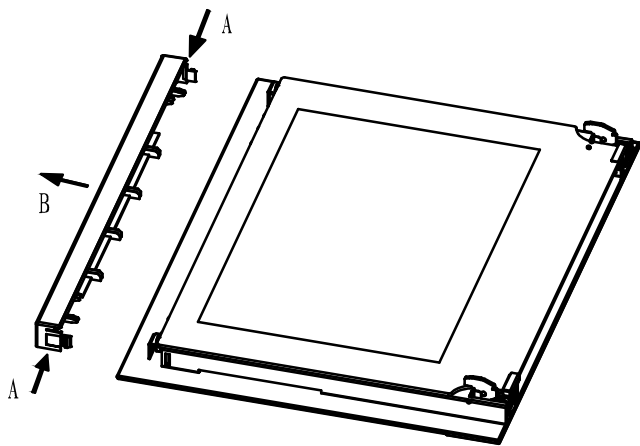

Рис.1
1. Нажмите кнопку на левой и правой стороне двери, снимите верхнюю направляющую. (Рис.1)